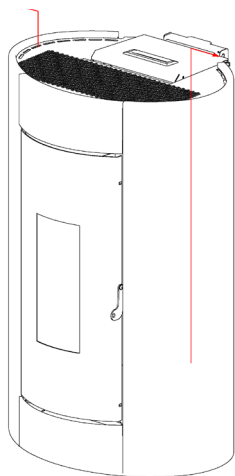

Fig. 54 - Entfernen der Seiten
- Die Seiten mit einer Bewegung von unten nach oben aushaken (siehe **Fig. 54 a pag. 27**).